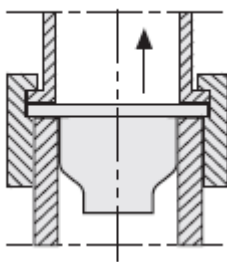

Bild 3; installation av backventil i inloppsröret för kallvatten beroende på version.
- Installera bifogad backventil i rör för inkommande kallvatten (se Bild 3).